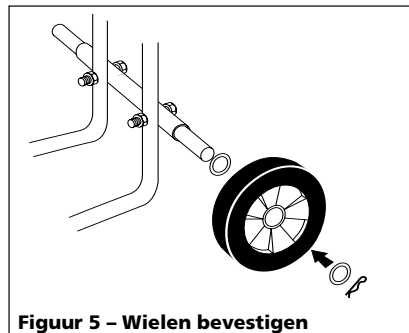

Figuur 4 – Slang bevestigen
5. Bevestig de hogedrukslang aan de pomp en het spuitpistool m.b.v. een 11/16-inch-steeksleutel (zie Figuur 4). Bevestig de zuigmontage nog niet.